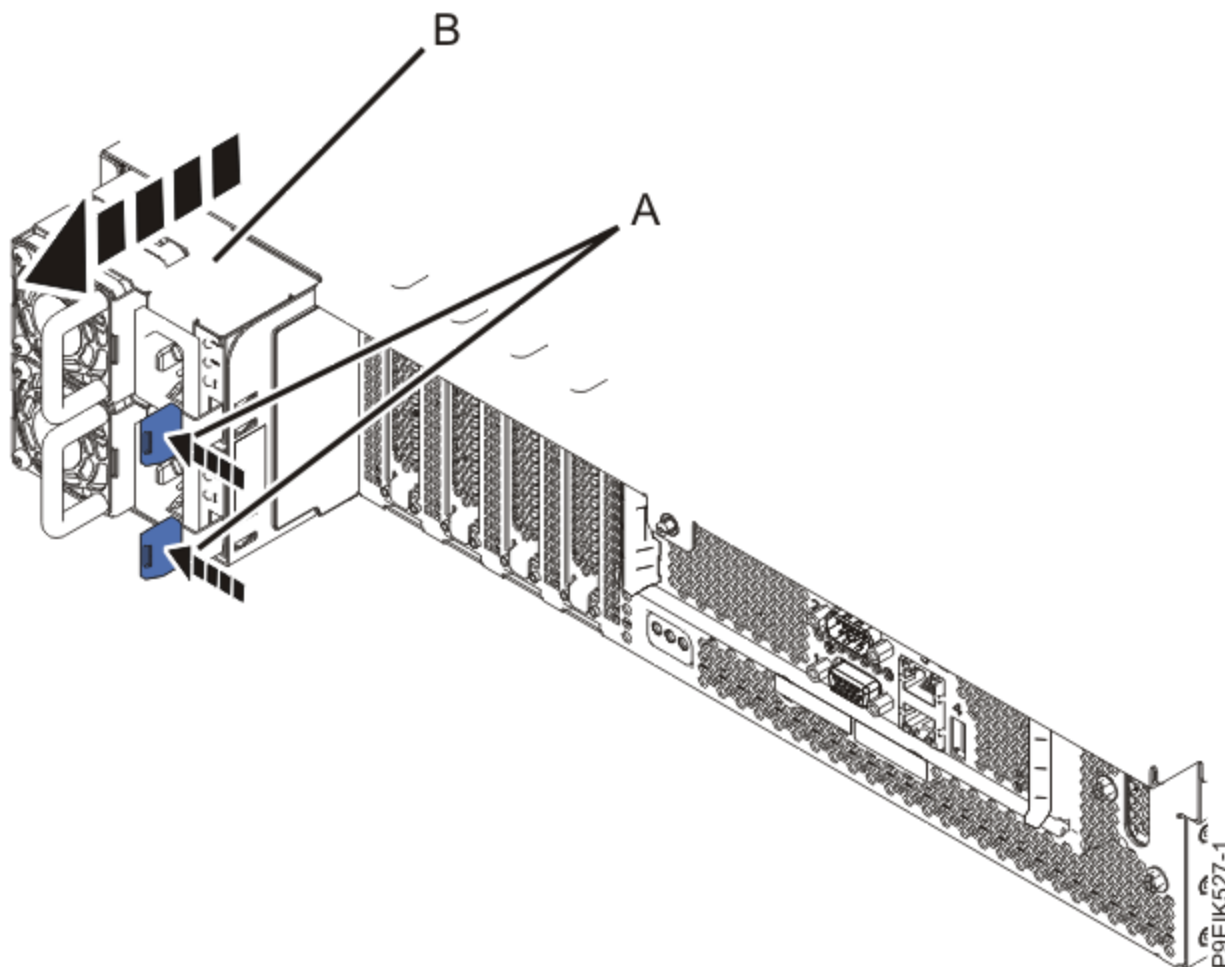

Figura 33. Extracción de las fuentes de alimentación del sistema
3. Quite las fuentes de alimentación del sistema, tal como se muestra en la Figura 33 en la página 48.